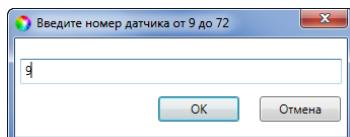

Рисунок 3.2 — Ввод номера радиоустройства
- В открывшемся окне укажите будущий номер радиоустройства из числа еще не занятых в нумерации ШС и радиоустройств (в диапазоне, указанном в заголовке окна) и нажмите кнопку *OK* (см. рисунок 3.2).